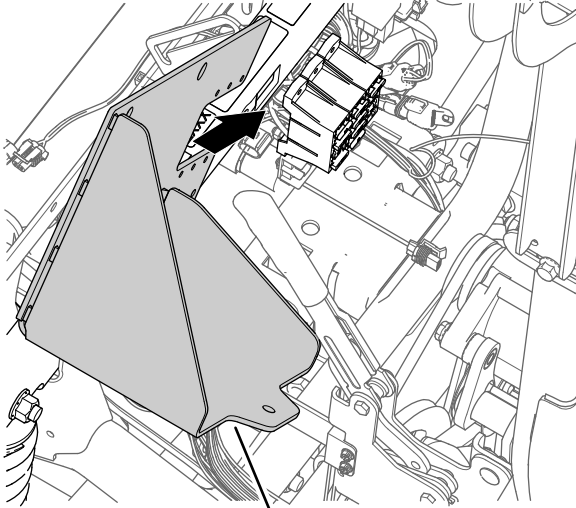

Figura 173
1. Alinhe o novo suporte da bateria com o tubo de suporte do para-choques da máquina e os blocos de fusível (**Figura 173**).